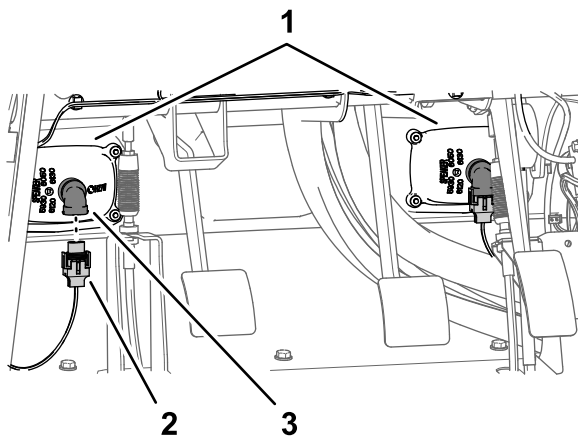

Bild 14
1. Schließen Sie die zwei elektrischen Anschlüsse (2-Buchsen-Stecker) des Maschinenkabelbaums vom 2-Stift-Stecker am linken und rechten Scheinwerfer ab (Bild 14).